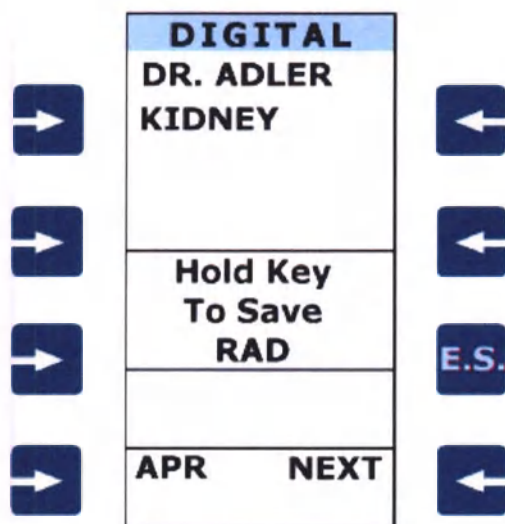

Рисунок 2.18 - Сохранение нового исследования в базу данных APR
- Или постоянно, для обновления диаграмм методик путем сохранения нового исследования в базу данных APR для последующего использования (рисунок 2.18).